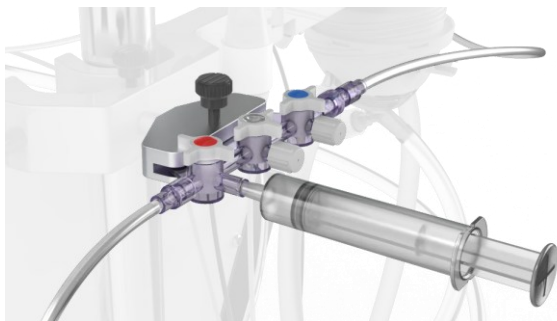

Abbildung 22 Entlüften der Probenleitung durch Aspiration mit einer Spritze. Das rote Ventil muss sich in der angezeigten Ausrichtung befinden.
- Positionieren Sie die Spritze am roten Anschluss des Probenventils, um die Probenleitung zu entlüften. Öffnen Sie das rote Ventil an der Probenöffnung (Abbildung 22).